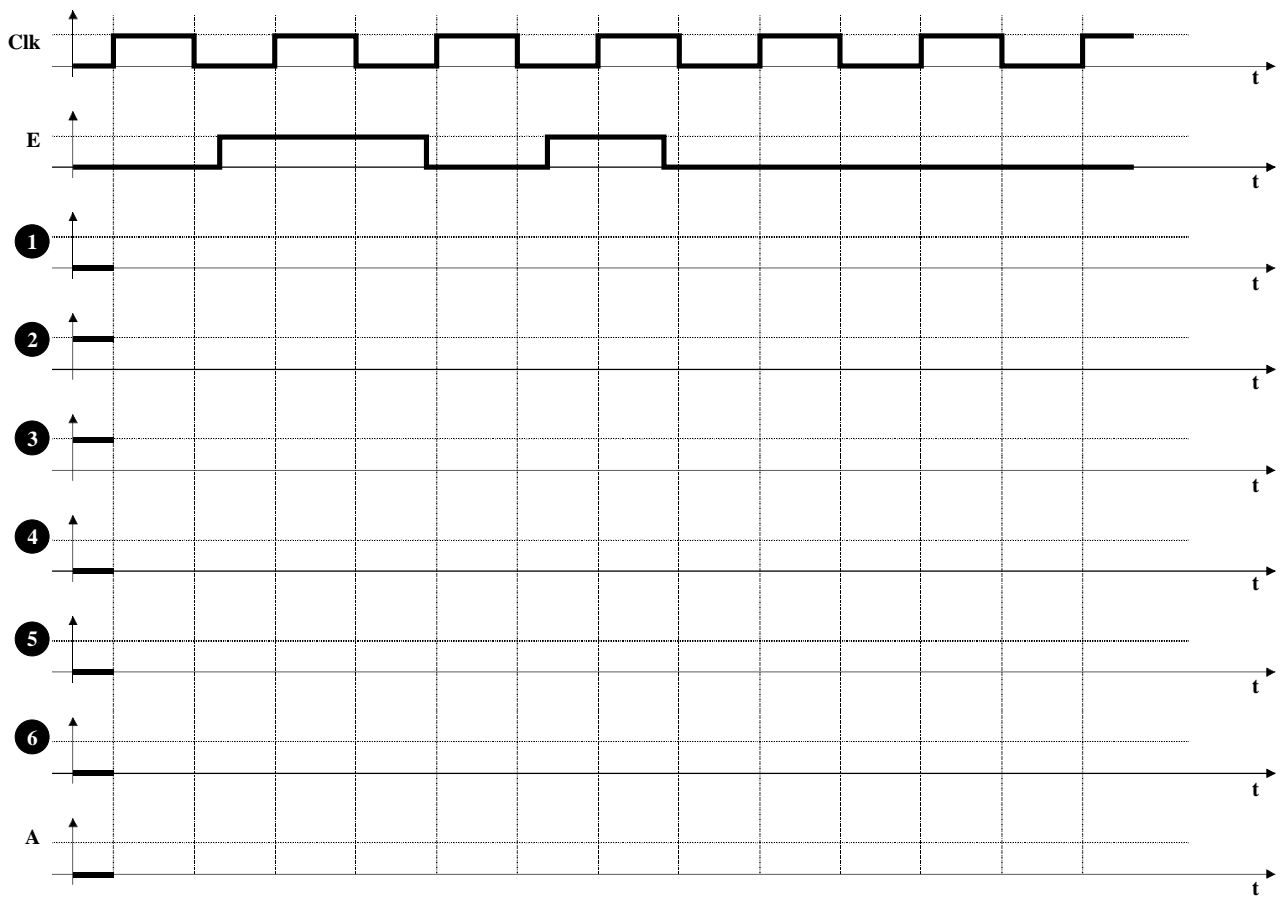

Bild 17-2 Signalverläufe
- Vervollständigen Sie die Signalverläufe im Bild 17-2. Nehmen Sie dabei eine einheitliche Verzögerungszeit der Gatter an ($t_{PD} \approx 0,1 t_{CYCLE}$). Der Takt-Skew ist zu vernachlässigen.